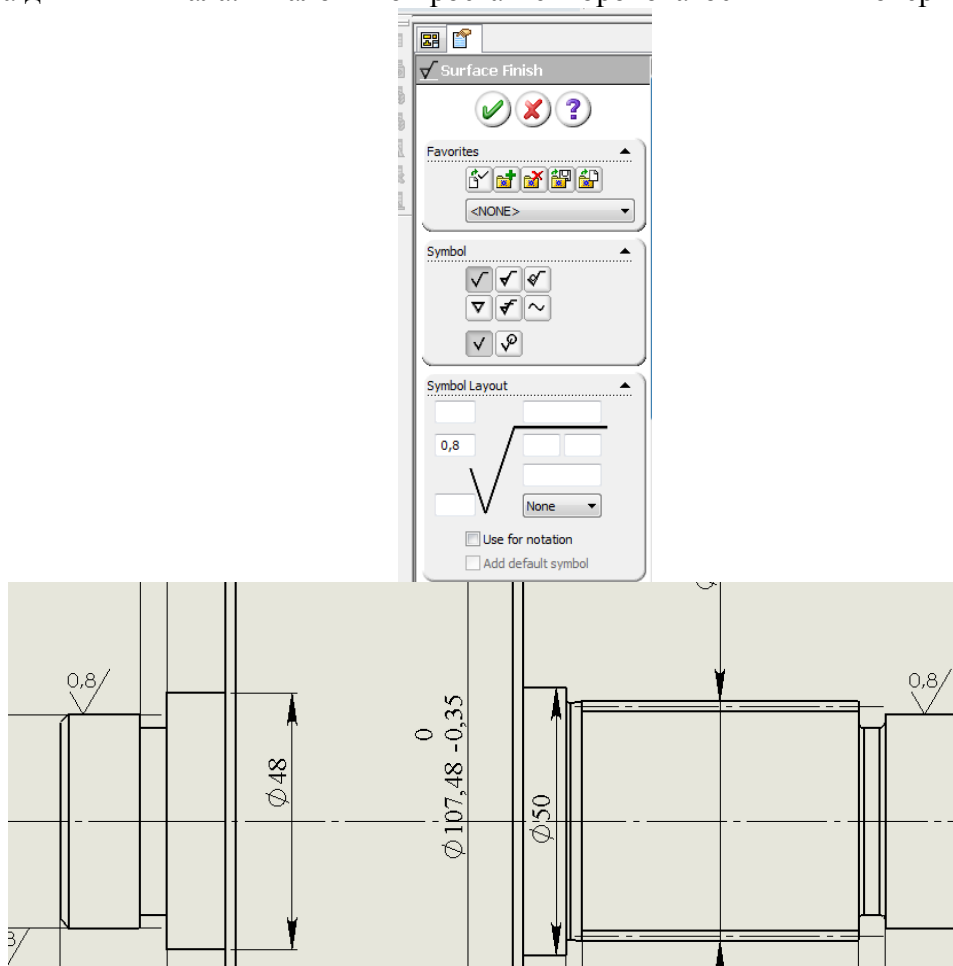

Рис. 8.3.20. Простановка шорховатості на кресленні
14. На панелі інструментів **АННОТАЦІЙ (Annotation)** запустіть інструмент **ШЕРОХОВАТОСТЬ (Surface Finish)**. Налаштуйте його поля як показано на рис. 8.3.20 та проставте на дві шийки вала. Аналогічно проставте шорховатості інших поверхонь.